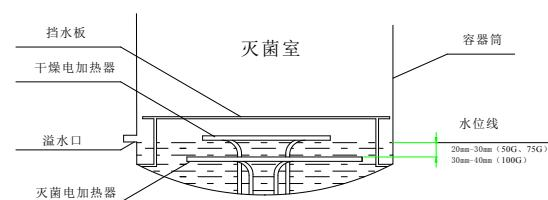

图 7 手动加水水位示意图
- c. 手动加水时，容器筒内水位应加至超过灭菌电加热器上表面 20mm~30mm (50G、75G)；30mm~40mm (100 G) 即可（挡水板下）。如图 7 所示：